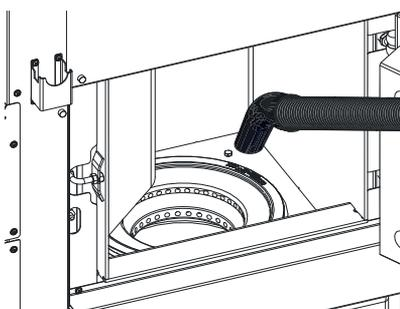

Fig. 41 Verbrennungsrückstände aus dem Brennraum entfernen
- ▶ Verbrennungsrückstände mit dem Staubsauger aus dem Brennraum entfernen – Fig. 41.